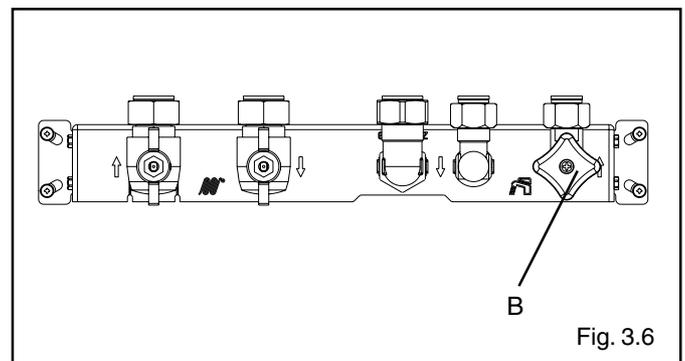

Fig. 3.6
- cerciorarse de que el grifo de entrada de agua fría situado en la plantilla está abierto (B) - fig. 3.6